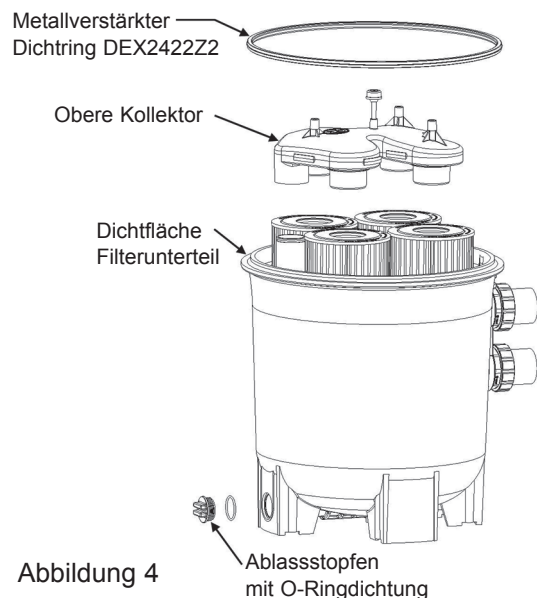
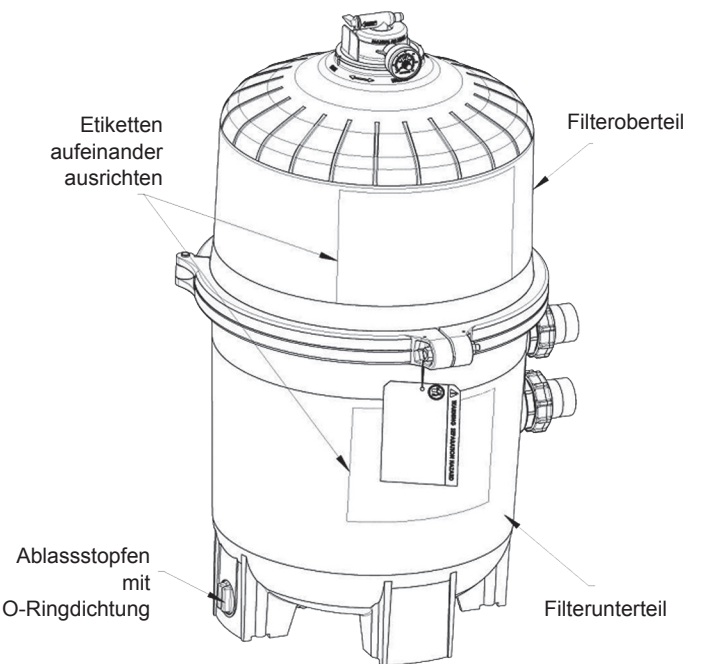

Abbildung 4
Abbildung 5
2. Filterableitung schließen. Hinweis: Der Filteranschluss muss mit einer O-Ringdichtung versehen werden (siehe Abb. 4).
4. Den Ablassstopfen (Abb. 4) abnehmen und das Wasser aus dem Filter ablassen.
1. Entfernen Sie den oberen Verteiler, der freiliegt, wenn der obere Teil des Filters entfernt wird. (Abbildung 4)
2. Mit einem sauberen Tuch die Dichtfläche des Filterunterteils abwischen (Abb. 4). Kein Reinigungsmittel verwenden.
1. Den metallverstärkten Dichtring auf das Filterunterteil setzen (Abb. 4). Das Filteroberteil so auf den metallverstärkten Dichtring DEX2422Z2 von Hayward positionieren, dass alle Betriebs- und Sicherheitsetiketten klar lesbar sind und das Filteroberteil mittig auf dem Filterunterteil sitzt. Dann das Filteroberteil gleichmäßig fest andrücken. (Abb. 5)
2. Den Spannring um das Filteroberteil und Filterunterteil legen. Die Enden des Spannringes so positionieren, dass sie an die Betriebs- und Sicherheitsetiketten der beiden Filterteile angrenzen. (Abb. 5)